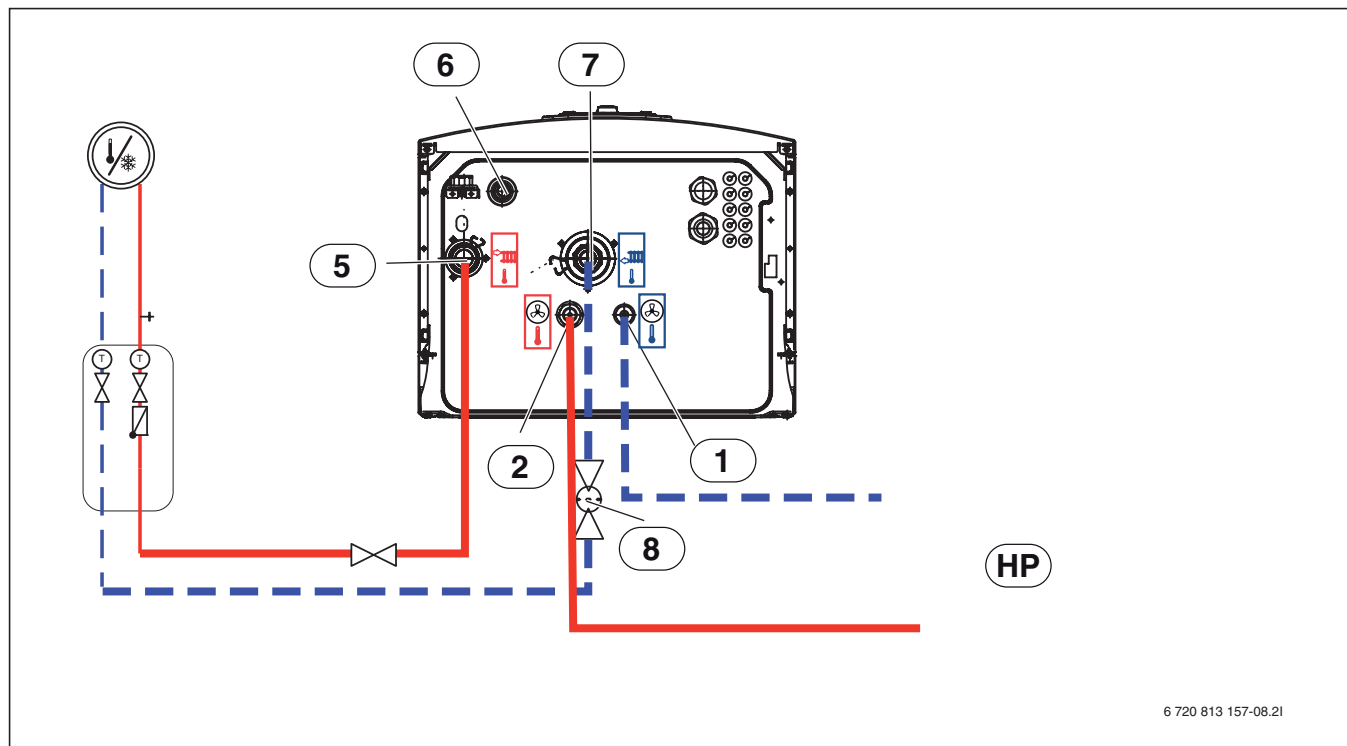

Bild 35 Anslutning av en inneenhet med integrerat eltillskott till en värmepump och ett värmesystem
- ▶ Led avloppsslangen från [6] bild 35 till ett frostfritt avlopp.
- ▶ Anslut rör för värmebärarvätska från värmepumpen till [1], bild 35.
- ▶ Anslut rör för värmebärarvätska till värmepumpen till [2], bild 35.
- ▶ Anslut returledningen från värmesystemet till [7] bild. 35.
- ▶ Anslut framledningen till värmesystemet till [6] bild. 35.